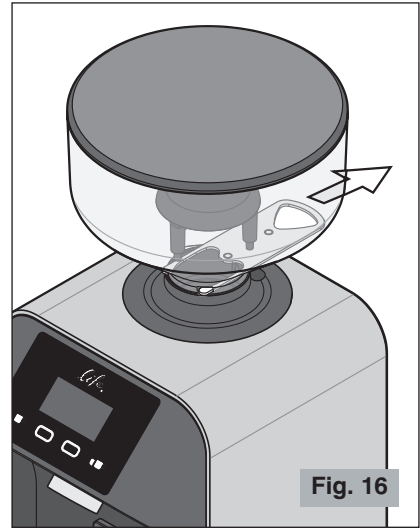

Fig. 16
- ⚠ **Controlar que el obturador de la tolva esté completamente abierto hasta el final de la carrera (último clic) (véase Fig. 16).**